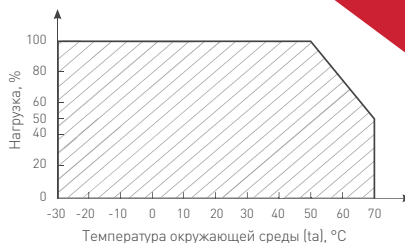

Рис. 2. Максимальная допустимая нагрузка, % от мощности источника.
- 4.3. Не нагружайте источник питания более 80% от его максимальной мощности. Учитывайте, что с повышением температуры окружающей среды максимальная мощность источника питания снижается (см. график зависимости на Рис. 2).